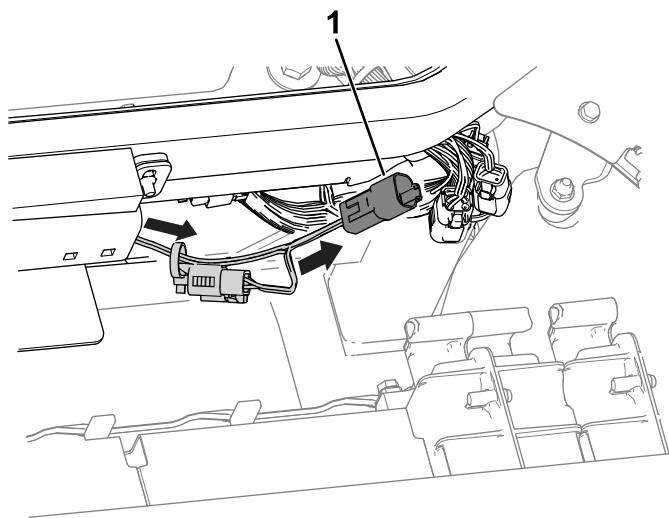

Figuur 4
4. Gebruik een kabelbinder en een drukknaegel om de kabelboom aan het frame van de machine te bevestigen (Figuur 4).